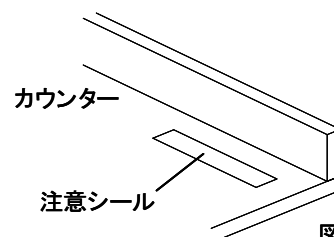

図11-13
⑥カウンターに同梱している注意シールをカウンター右奥に貼り付けてください。(図11-13)